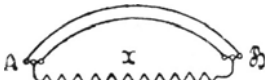

Fig. 19.
87. Es soll ein Widerstand von 0,1 [0,2] (0,4) hergestellt werden. Zu dem Zwecke fertigt man aus 2 [2] (2) Nickelin-Drähten von 1,6 [2] (1,8) mm Durchmesser, welche parallel geschaltet werden (Fig. 19), einen Widerstand von 0,101 [0,202] (0,404)  $\Omega$  an und legt hierzu einen Nebenschluß, der aus einem 0,4 [0,24] (0,5) mm dicken Drahte desselben Materials besteht.